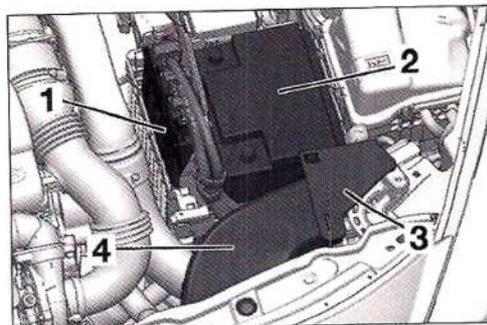

FIG. 5
- La batería (2) (Fig.5).
- La carcasa de sujeción (3)
- La conexión de aire (4)